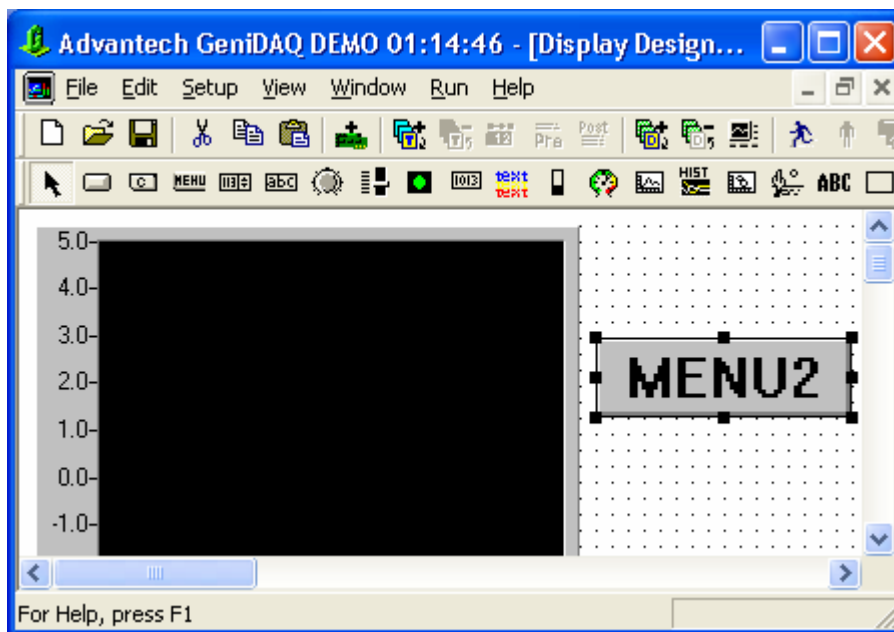
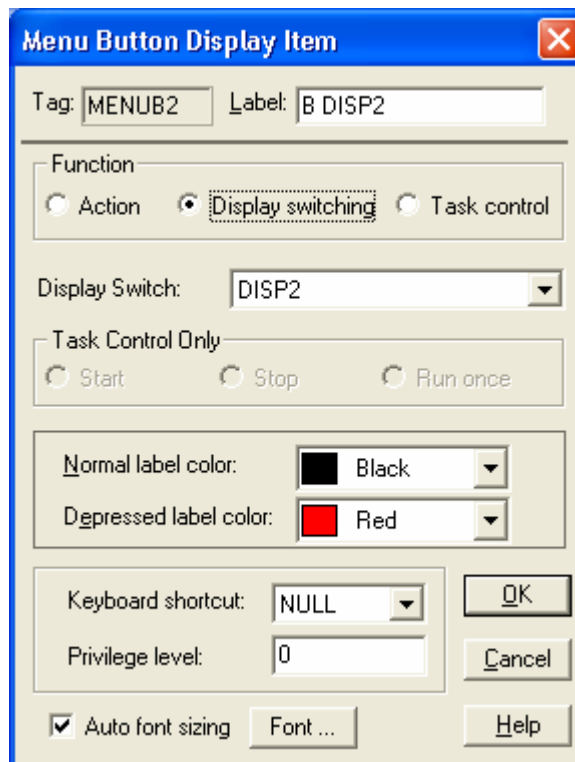

Рис. 4.24. Создание кнопки меню в окне DISP1
Рис. 4.25. Конфигурирование кнопки меню в окне DISP1
7. *Седьмое действие.* Активизируйте окно отображения **DISP1** и перетащите в него кнопку меню **Menu Button** (рис. 4.24). Сконфигурируйте ее в соответствии с рис. 4.25.